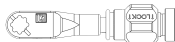

Figura 19
- Para unir el **soporte para hojas de conexión rápida** (como el UL-0107) con el **brazo flexible** (como el UL-0106), asegúrese de que el collar del **brazo flexible** está en su posición desbloqueada. (Figura 19)